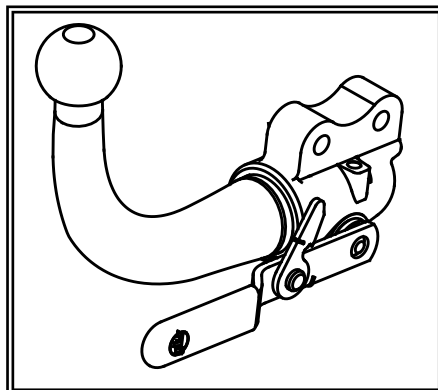

Fig. 2
2. Schuif de trekhaak met de draagarmen in de chassisbalk via de vrijgekomen openingen. De punten (A) passen met de voorziene boringen in de zijwand van de chassisbalken, deze boringen zijn afgedicht met een tape die moet worden verwijderd.
5. Maak in de onderzijde van de bumper een insnijding volgens fig.2 (11/2008 – 08/2013) of fig. 3 (09/2013 - ...), monteer de bumper vervolgens terug op het voertuig.
2. Insérer l'attelage avec les bras-supports dans la poutre de châssis par les trous délibérés. (A) s'adaptent au forages prévus dans le côté des poutres de châssis, ces forages sont couverts avec du scotch qu'il faut enlever.
5. Faire une découpe au côté inférieur du pare-chocs selon fig.2 (11/2008 – 08/2013) ou fig. 3 (09/2013 - ...), et ensuite remonter le pare-chocs sur le véhicule.
2. Insert the tow bar with the supporting arms in the chassis beam via the liberated holes. (A) fit with the provided drillings in the side of the chassis beams, those drillings are covered with tape, that they must remove.
5. Make an incision in the bottom of the bumper according to fig.2 (11/2008 – 08/2013) or fig. 3 (09/2013 - ...), and now reinstall the bumper.
2. Schieben Sie die Anhängerkupplung in die freigewordenen Öffnungen mit den Tragearmen in die Chassisträger. Die Punkte (A) stimmen mit den vorhandenen Bohrungen der Seitenwand der Chassisträger überein, diese Bohrungen sind mit einem Tape abgedichtet, welches entfernt werden muss.
5. Machen Sie an der Unterseite der Stoßstange einen Ausschnitt entsprechend Abb.2 (11/2008 – 08/2013) oder Abb. 3 (09/2013 - ...) und montieren Sie die Stoßstange wieder am Fahrzeug.